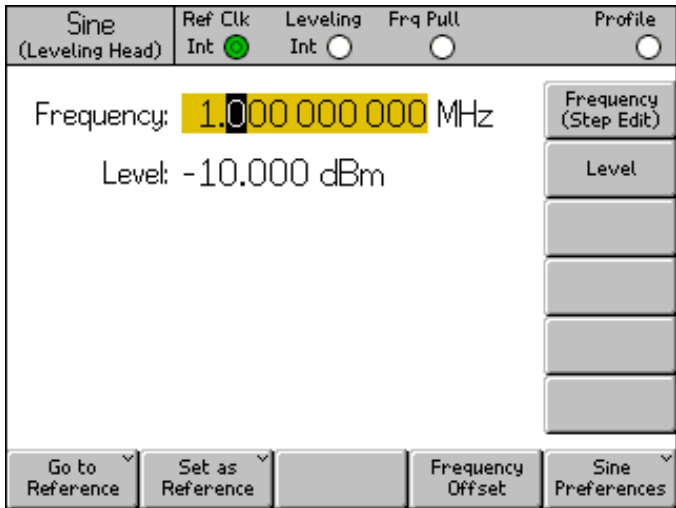

图 3-5.平坦正弦信号屏幕
按下前面板上任何一个主功能键 **SINE**、**MOD**、**SWEEP** 可在显示屏上显示相应的主屏幕（请参阅下面的“平坦正弦信号”屏幕）。可编辑的数据字段占据了屏幕中心部分；状态栏位于屏幕顶部。软标签位于屏幕右侧和整个底部。参见图 3-5。
- 1. 调出一个合适的屏幕，比如图 3-5 所示的“平坦正弦信号”屏幕。
选中数据字段时，字段焦点容易通过数据的阴影进行区分。在图 3-5 中，比如“频率”字段具有突出显示，编辑模式为“光标”，则黑色光标（标记）可以在数字之间移动（左右移动键 $\leftarrow \rightarrow$ ）。在该情况下，用户可以轻松地利用转轮或上下移动键 ($\uparrow \downarrow$) 对所选数字进行小改动。如果需要更改字段中的多个字符，最好使用数字字母键盘编辑字段（键盘编辑）。